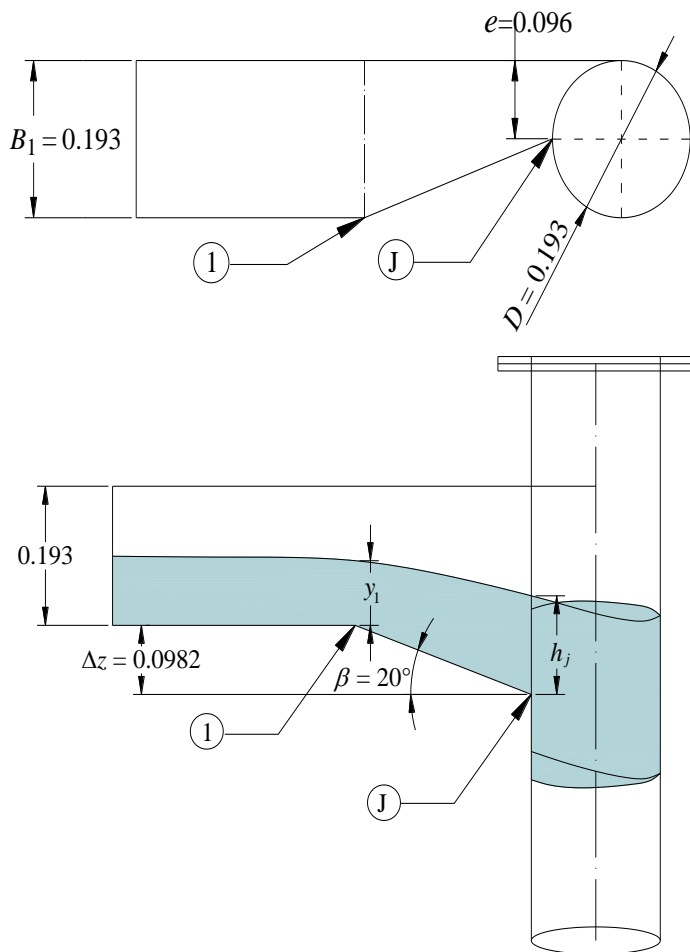

Figura 1. Detalle de la estructura de entrada.
- El tirante y_1 al inicio de la rampa, en m. figura 1.
- La altura h_J a la entrada del pozo, en m. figura 1.